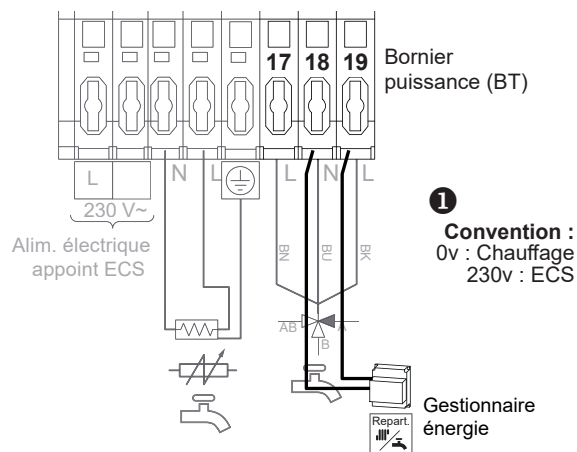

fig. 39 - Exemple de raccordement (comptage énergie type pack PAC)
- 1 Si la convention de comptage est : 0V pour chauffage et 230V pour ECS (applicable au pack PAC), raccorder l'appareil de comptage sur les bornes 18 (blanc) et 19 (gris) (fig. 39).